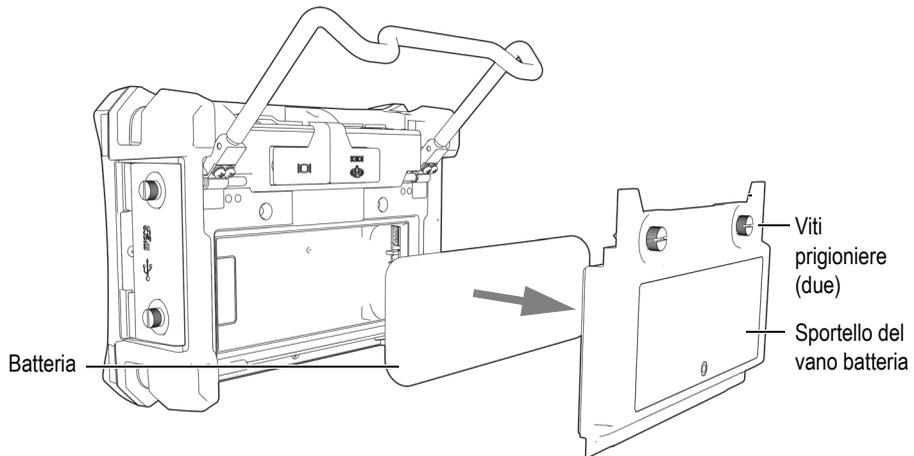

Figura 1-11 Rimozione dello sportello del vano batteria e della batteria agli ioni di litio
3. Se installata, rimuovere la batteria agli ioni di litio (vedere Figura 1-11 a pagina 38).